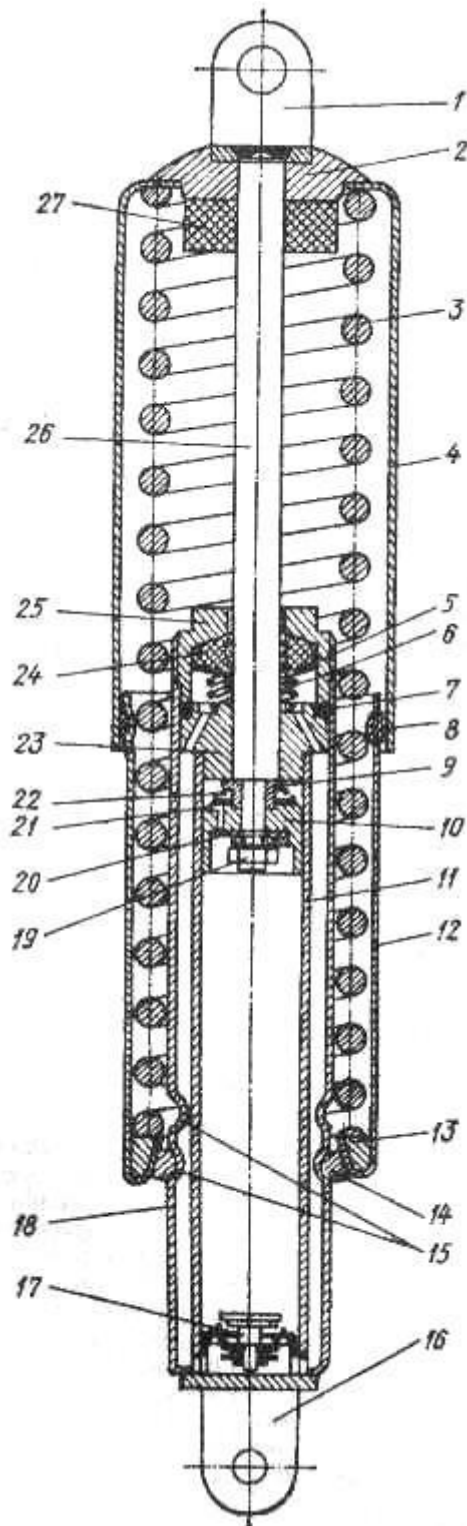

Рис. 61. Разрез пружинного-гидравлического амортизатора задней подвески:
Устройство. Пружинно-гидравлический амортизатор двустороннего действия состоит из гидравлического демпфера и цилиндрической пружины, расположенной вокруг гидравлического демпфера и, заключенной в два металлических кожуха (верхний и нижний) - рис. 61.
2. Приложив усилие к нижнему кожуху, сжать пружину и вынуть освободившиеся сухари (см. рис. 61).
Металлические стуки и скрежет в заднем амортизаторе могут быть и другого происхождения: стучат кожухи о пружину при недостатке смазки на них, может стучать и гидравлический амортизатор, если в нем недостаточно жидкости. Утечка из амортизатора жидкости через резьбу гайки 25 сальника гидравлического цилиндра или через лабиринтный сальник 24 (см. рис. 61) является основной неисправностью, вызывающей стуки в гидравлическом амортизаторе.